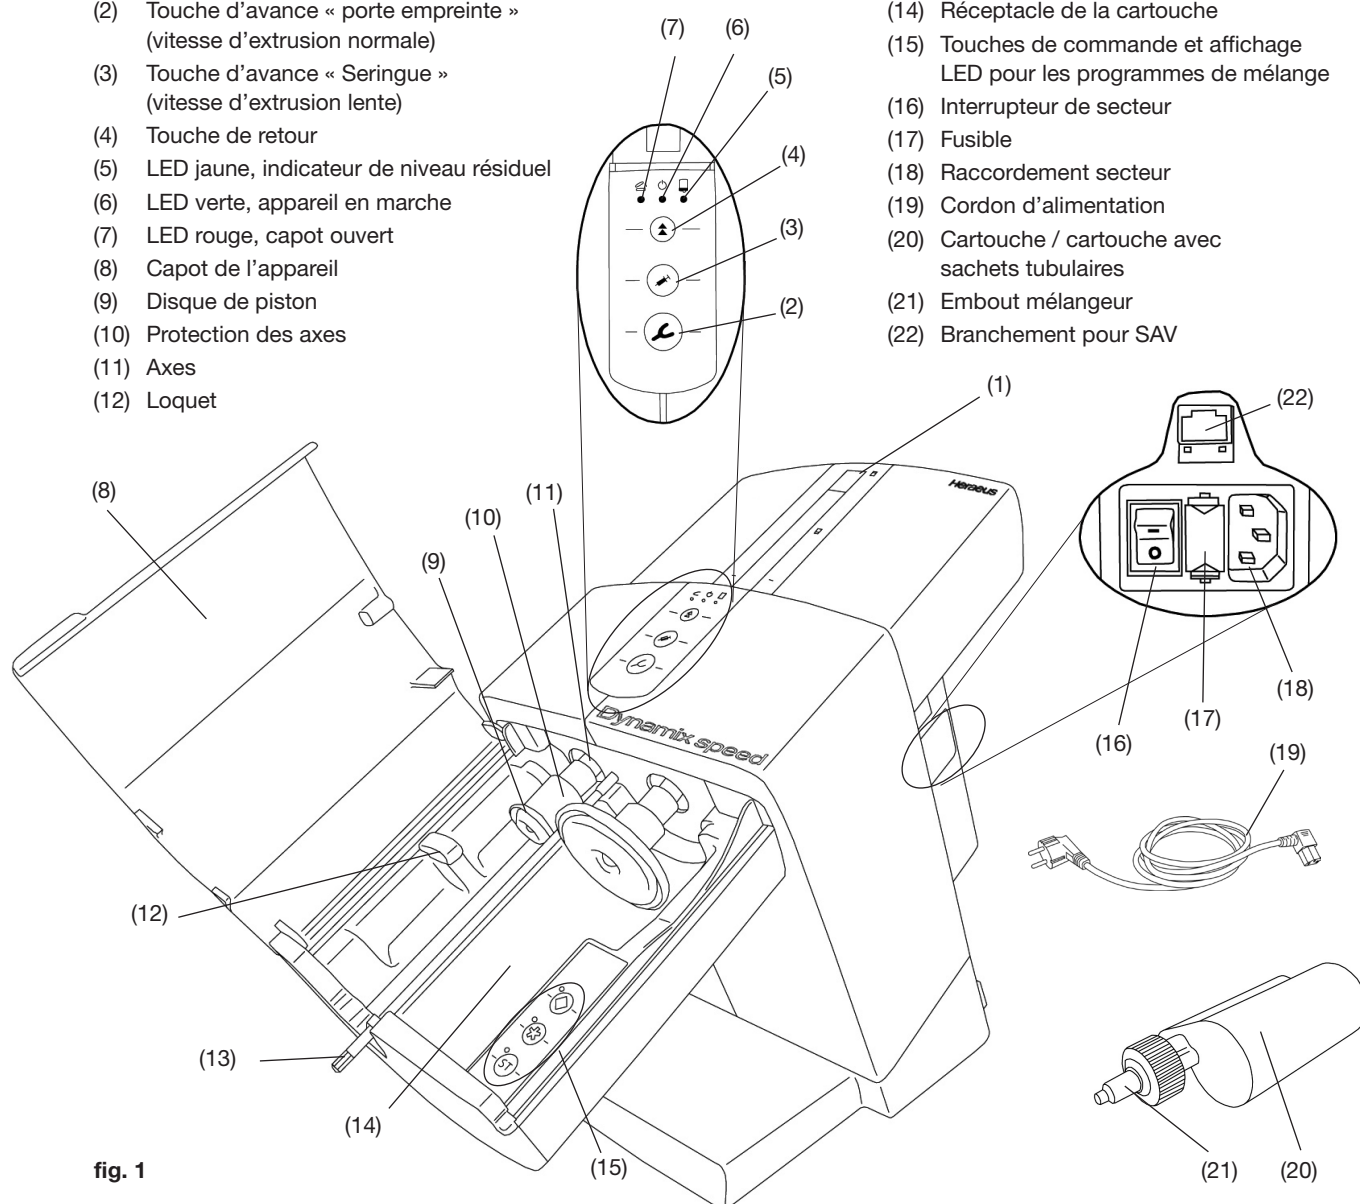
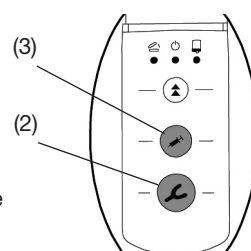

fig. 1
fig. 8
- Raccorder le cordon d'alimentation fourni (19, fig. 1) à la prise de connexion électrique (18).
- Allumer l'appareil à l'aide de l'interrupteur (16).
- Appuyer sur la touche retour (4).
- Les pistons (9, fig. 1) reviennent dans leur position de départ et s'y immobilisent.
- Ouvrir le capot de l'appareil (8, fig. 1).
- Oter la protection de transport (23).
La mise en place et le remplacement d'une cartouche ne peuvent avoir lieu que si les deux pistons (9, fig. 1) se trouvent dans leur position de départ.
- Fermer le capot de l'appareil (8, fig. 1).
- Installer une cartouche (20) dans la machine. S'assurer que la cartouche est bien positionnée sous le loquet (12).
- Sélectionner un programme de mélange (15), voir également le chapitre 5.1.1. Vous trouverez des informations concernant le programme de mélange sur la cartouche sous forme d'un « astérisque » * ou d'un symbole « losange » ◆.
- Fermer le capot de l'appareil (8, fig. 1). Le capot ne se fermera que si la cartouche a été installée correctement. La LED rouge « capot ouvert » (7, fig. 1) restera allumée aussi longtemps que le capot de la machine n'aura pas été refermé correctement.
- Si l'opérateur appuie sur l'une des touches d'extrusion (porte-empreinte (2, fig. 8) ou seringue (3, fig. 8)) sans avoir sélectionné de programme de mélange, le programme « ST » s'activera automatiquement. La LED à côté de la touche « ST » s'allumera alors.
- Appuyer sur la touche d'avancement (2) ou (3) et maintenir la pression dessus :
- porte-empreinte (2), vitesse d'extrusion normale avec programme de mélange activé ou
- Seringue (3), vitesse d'extrusion lente.
- La tige de mélange est actionnée afin de permettre à l'extrémité hexagonale (13, fig. 1) de s'enclencher automatiquement dans l'embout mélangeur (21, fig. 1).